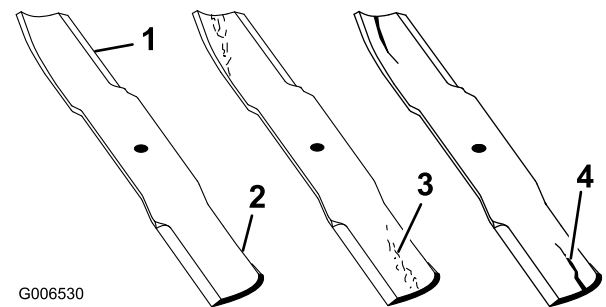

Figure 84
1. Examinez le tranchant des lames (Figure 84). Si les lames ne sont pas tranchantes ou si elles présentent des indentations, déposez-les et aiguiser-les (voir Aiguisage des lames).
2. Inspectez les lames, surtout la partie relevée (Figure 84). Remplacez immédiatement toute lame endommagée, usée ou qui présente une entaille (Figure 84).